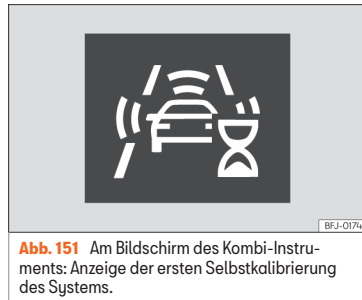

Abb. 151 Am Bildschirm des Kombi-Instruments: Anzeige der ersten Selbstkalibrierung des Systems.
- In den ersten Momenten nach dem Einschalten der Zündung, aufgrund der ersten Selbstkalibrierung des Systems. Während dieser Zeit wird ein Statussymbol angezeigt »» **Abb. 151.**